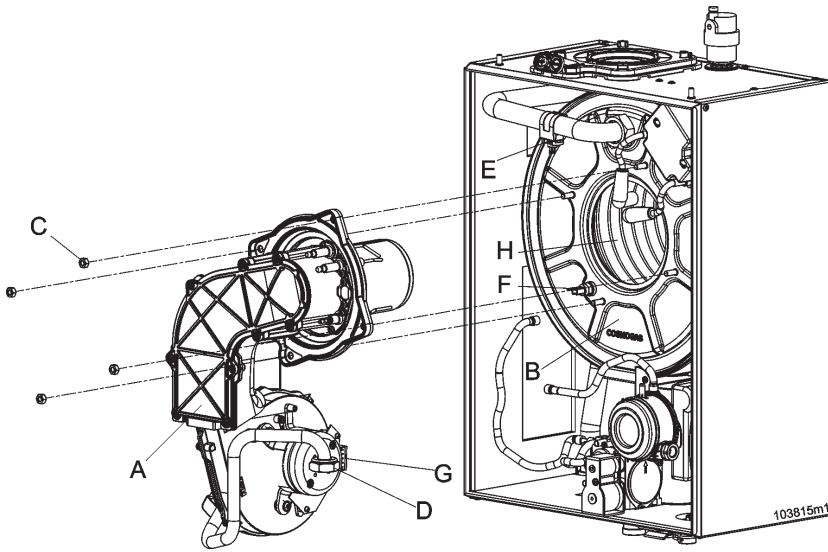

Рисунок 35 - Демонтаж группы вентилятор-горелка
- открутить гайку "D" рис. 35;
- снять эл.провод с датчика безопасности "F" рис. 35
- открутить четыре гайки "C" см. рис. 35;
- вытащить всю группу вентилятор и горелка поз. А рис.35
- чистить круглой щеткой с пластиковой щетиной внутри камеры сгорания (поз."Н" рис. 35)